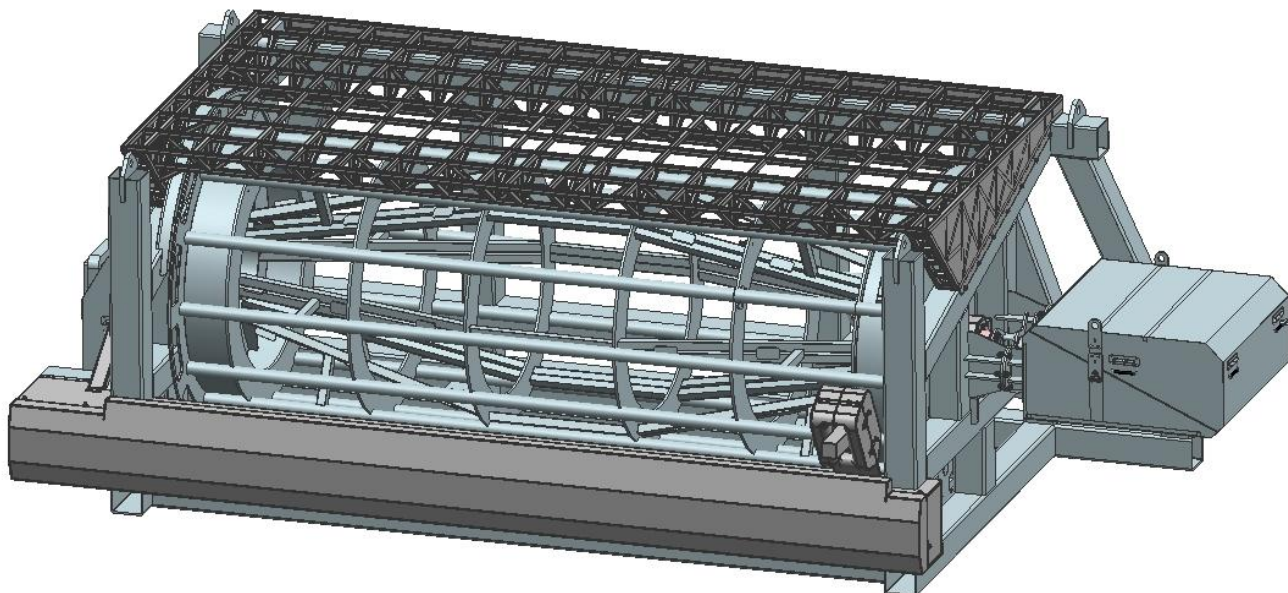

Рисунок 1. Общий вид кабельного барабана экскаватора WK-20
1.4. Общий вид кабельного барабана приведен на рис.1